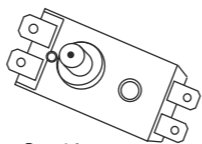

Рис. 16
- для вертикальных водонагревателей серии FS1/FS3/FS5: открутить гайку крепления термовыключателя, закрепленного на фланце ТЭНа, перевернуть термовыключатель и нажать до щелчка кнопку, расположенную по центру термовыключателя; рис.16;